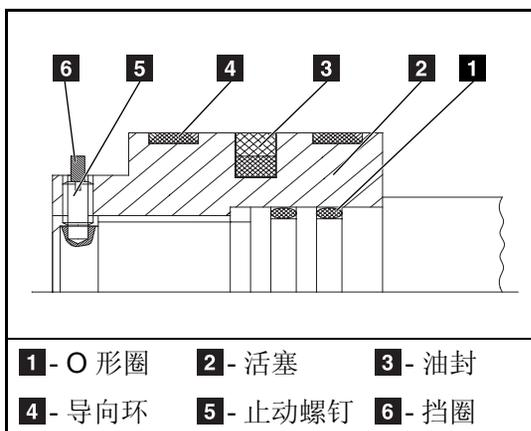

图 3-5(9) 支腿展开、伸缩油缸活塞装配图
- (a) 根据图 3-5(9) 支腿展开、伸缩油缸活塞装配图, 以及图 3-5(10) 支腿支承油缸活塞装配图, 将 O 形圈涂上黄油并装到活塞杆上相应的位置。